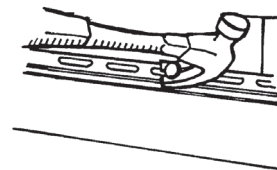

Figura 76.
- Doble cuidadosamente el panel superior para sacarlo. Saque los clavos del panel dañado y quítelo (Figura 76).